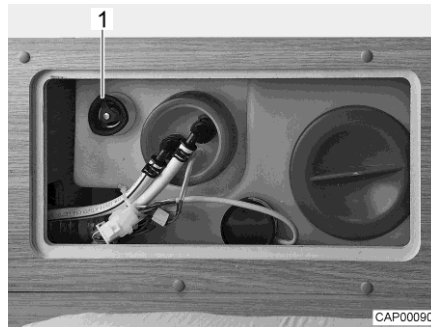

Bild 124 Vattentank med ratt
- Vrid ratten (Bild 124,1) på vattentanken moturs mot motståndet till stoppläget för att öppna utloppsöppningen helt.